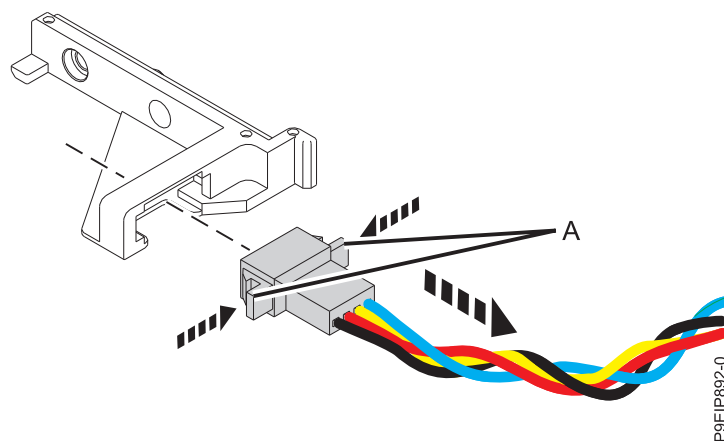

Figure 36. Retrait du câble de ventilateur du support ventilateur
6. Débranchez le câble de ventilateur du support en pinçant les languettes dans (A), puis retirez le câble de ventilateur du support, comme illustré dans la figure 36.